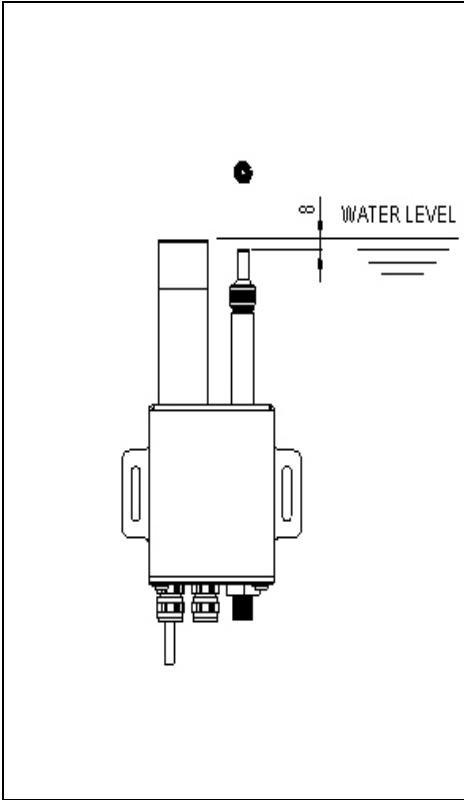

Fig. 3
ПРЕДУПРЕЖДЕНИЕ: Установите устройство, убедившись, что уровень воды в фонтане находится в рабочем диапазоне. Уровень воды должен быть на 8 мм выше выпускного отверстия сопла (2) (рис.3). Эффект водяного пузыря может не возникнуть, если уровень воды недостаточен. Настоятельно рекомендуется установить переливы и рециркуляцию воды, чтобы обеспечить постоянный правильный уровень воды.